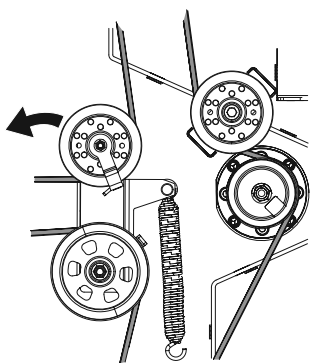

Figure 52
9. Tirez le côté droit de la courroie et placez le côté plus étroit en forme de « V » de la courroie de la prise de force dans la poulie de la prise de force. Voir Figure 52.